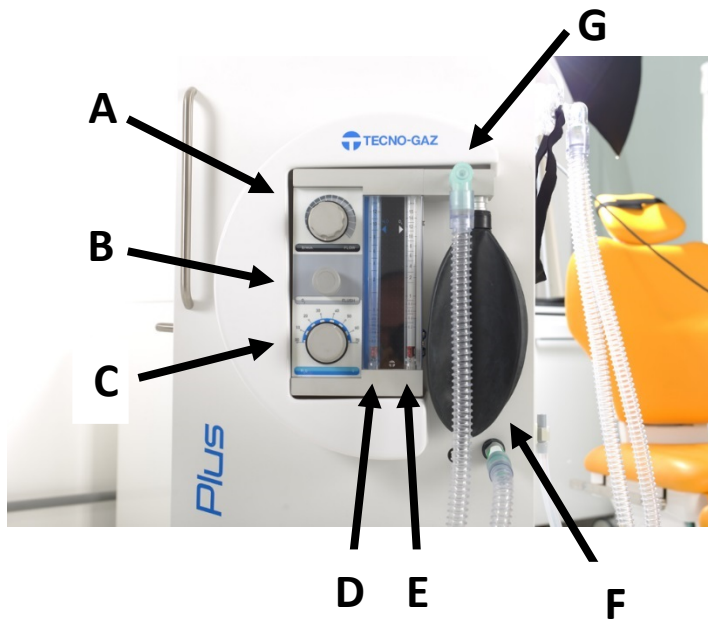

Figura 5
**(RIFERIMENTI FIGURA 5, 10)**